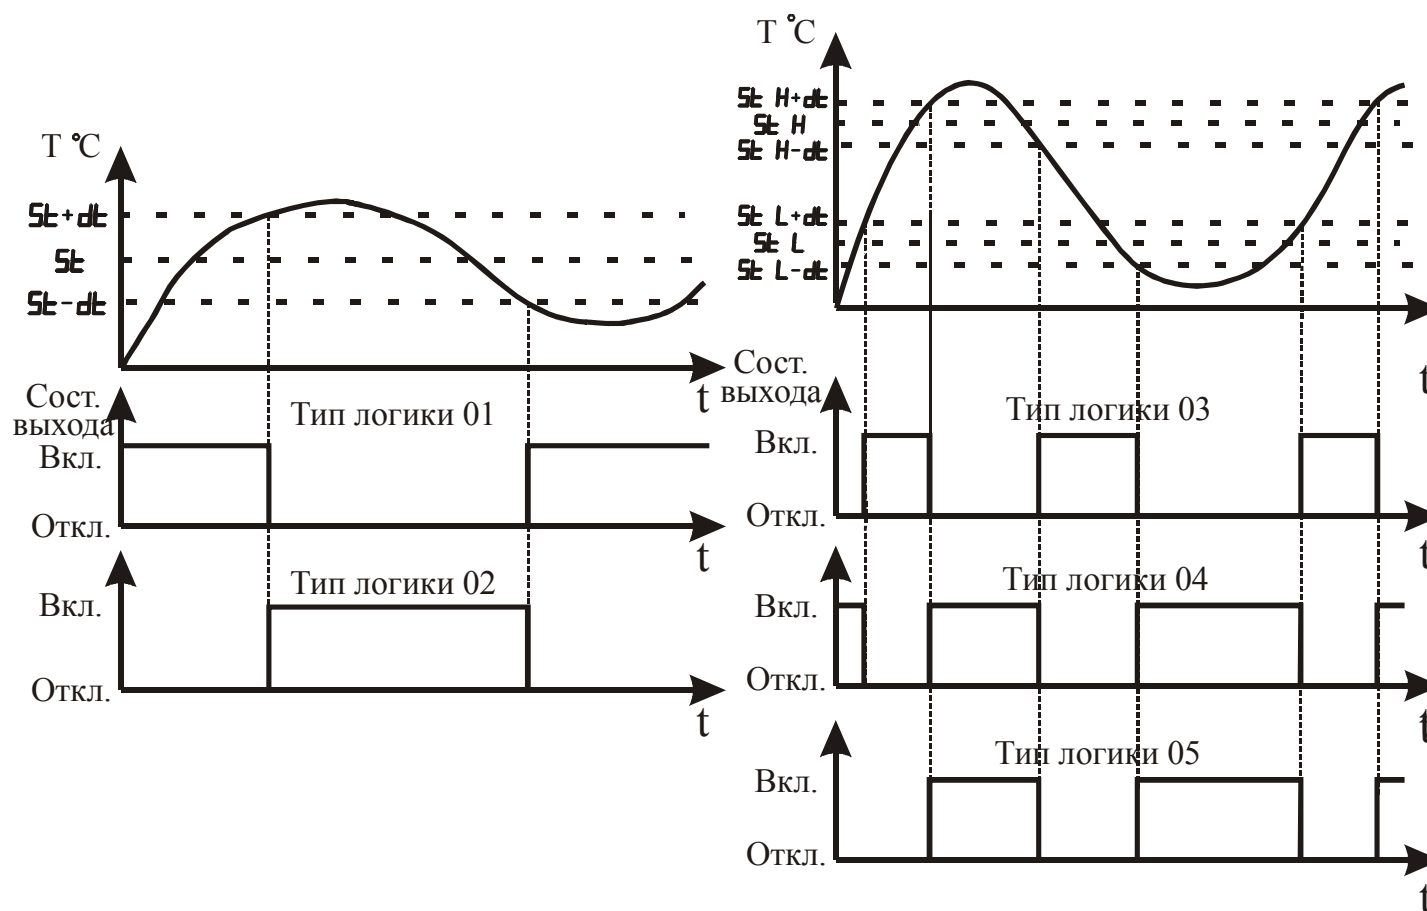

Рисунок 3.16 – Графическое представление типов логики работы выхода
3.3.3.9 Параметр “Тип логики работы прибора” определяет алгоритм управления исполнительным устройством (см. рисунок 3.16).
Тип логики “05” (модернизированная “U”-образная), в основном, аналогичен типу логики 04. Отличие состоит в том, что работа выходного устройства разрешается только после первого превышения регулируемой температурой значения $S_t H + \Delta t$ (см. рисунок 3.16).